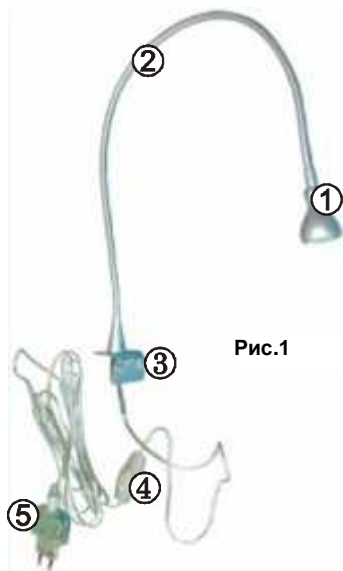

Рис.1
**2.1** Зафиксировать **ЛЮКС** (рис.1), обеспечить оптимальное освещение рабочей зоны, на устойчивой (закрепленной) поверхности одним из следующих способов: